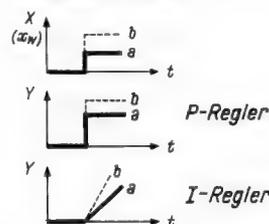

Bild 6. Übergangsfunktionen idealer P- u. I-Regler
beim P-Regler also systembedingt; man kann sie sehr klein machen durch Änderungen des Empfindlichkeitsfaktors und des Stellbereiches, aber man kann sie nicht zum Verschwinden bringen. Zur Erreichung dieses Zieles muß man sich Regler mit anderen Übergangsfunktionen aussuchen, die weiter unten beschrieben werden sollen. Die gegensätzlichen Forderungen nach schneller und möglichst genauer Regelung und hinsichtlich Stabilität (Vermeidung von Regelschwüngen) führen beim P-Regler zu der – hier nur zur Übersicht erwähnten – Forderung, daß ein solcher Regler dann zweckentsprechend arbeiten kann, wenn die Laufzeit (Verzögerung) in der Regelstrecke gering ist gegenüber der Verzögerung des Reglers. Bild 6 zeigt u. a. die Kennlinie eines idealen P-Reglers; einer sprunghaften Änderung der Regelgröße X von a nach b auf einen bestimmten Wert entspricht eine ebenso sprunghafte Änderung der Stellgröße Y von a nach b.
Bild 6 zeigt weiterhin die Kennlinie eines idealen integral wirkenden Reglers (I-Regler). Hier entspricht die Stellgeschwindigkeit der Stellgröße Y der Größe der sprunghaften Änderung von X. Im Normalfall ist beim I-Regler der Stellmotor tatsächlich ein Motor im üblichen Sinn, bei elektrischen Reglern also ein Gleichstrom- oder Wechselstrom-Servo-Motor, dessen Umdrehungszahl sich in einem linearen Zusammenhang zur angelegten Spannung befindet. Man verwendet hier aus diesem Grunde meist Motoren mit Wirbelstromläufern, da nur diese fast vollkommen gradlinige Spannungs-Drehzahl-Kennlinien haben (5).